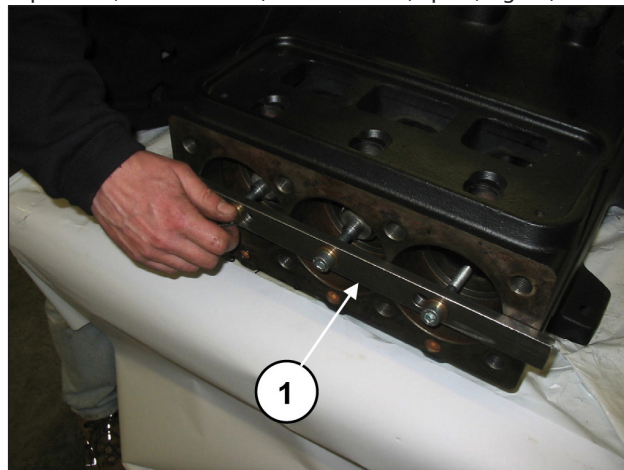

Fig. 25
Pousser à fond les demi-bielles dans la direction de la partie hydraulique pour faire ressortir le vilebrequin. Pour faciliter l'opération, utiliser l'outil (réf. 27566200 (rep. ①, Fig. 25).